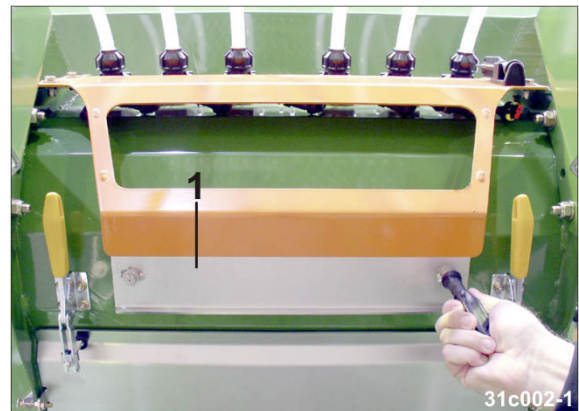

Fig. 274
3. Le réservoir collecteur (Fig. 274/1) est généralement vidé une fois le travail dans le champ terminé (voir chap. « Vider la trémie de graines et/ou la distribution des graines », en page 186).